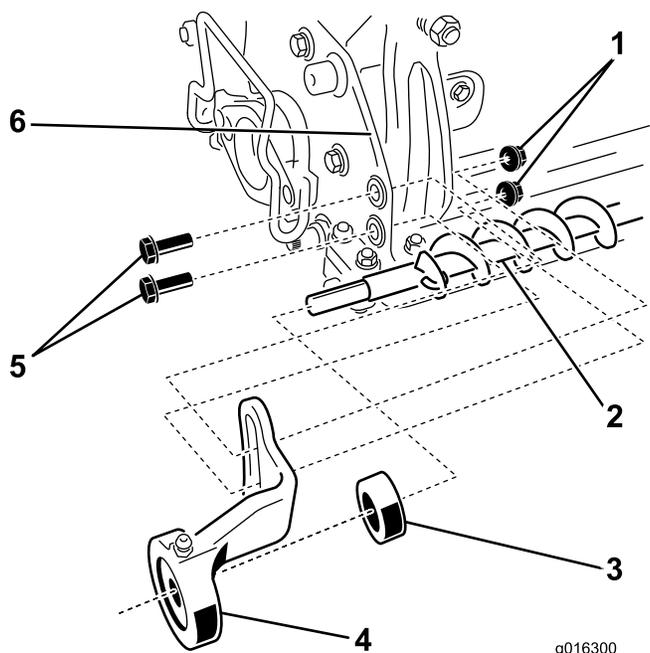

Рисунок 17
- B. На свободный конец вала щетки наденьте другое запорное кольцо до упора в буртик, а затем левую опору щетки; см. Рисунок 17.
C. Закрепите левую опору щетки на внутренней стороне боковой плиты режущего блока двумя болтами с конtringей смазкой (5/16 x 1 дюйм) и двумя фланцевыми гайками (5/16 дюйма), как показано на Рисунок 17.